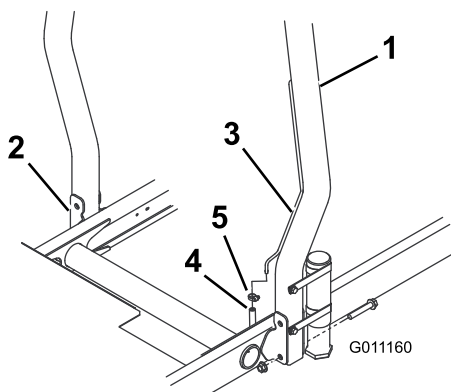

Figura 12
- Abbassate il roll bar sopra le staffe di montaggio del trattorino, allineandolo ai fori di montaggio. Assicuratevi che il tubo di sfogo si trovi sul lato sinistro della macchina (Figura 12).
- Fissate ogni lato del roll bar alle staffe di montaggio con due bulloni a testa flangiata e due dadi di bloccaggio (Figura 12). Serrate i fermi a 81 N·m (60 ft-lb).